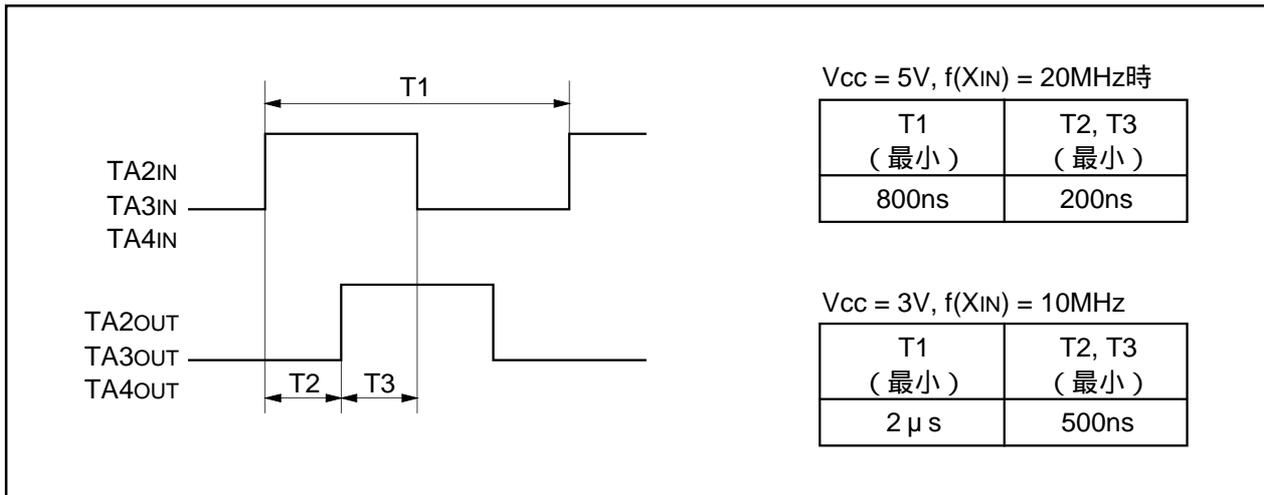

図2.2.30. 二相パルスの規格
- (3) 二相パルス信号処理機能で使用する二相パルス(TAiIN、TAiOUT(i=2~4)端子への入力信号)のいずれは図2.2.30に示す規格を満たしてください。
- (4) フリーランタイプ選択時、カウントを停止した場合は、タイマを再設定してください。
- (5) フリーランタイプで使用する場合、カウント開始時タイマレジスタの値が不定になることがあります。したがって、カウント開始前にタイマレジスタに値を設定しても、不定値からカウントを開始することがあります。